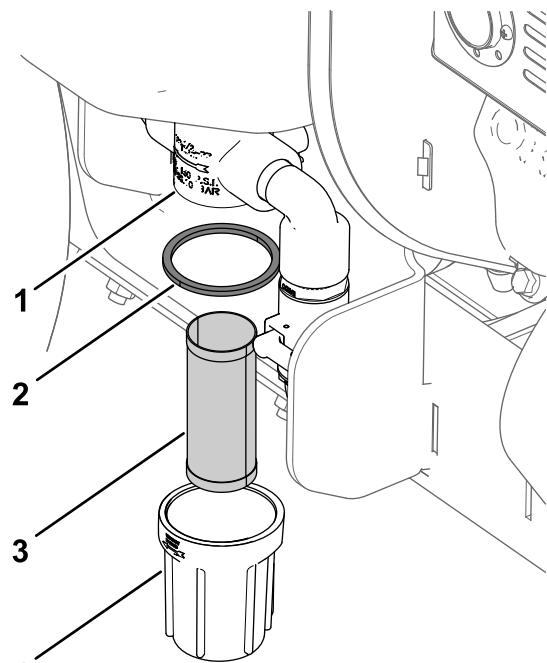

Figure 65
4. Tournez la cuvette du filtre dans le sens antihoraire et déposez-la ainsi que le filtre du boîtier (Figure 65).
7. Remettez le filtre dans le boîtier (Figure 65).
8. Vissez le joint et la cuvette à la main sur le boîtier du filtre (Figure 65).